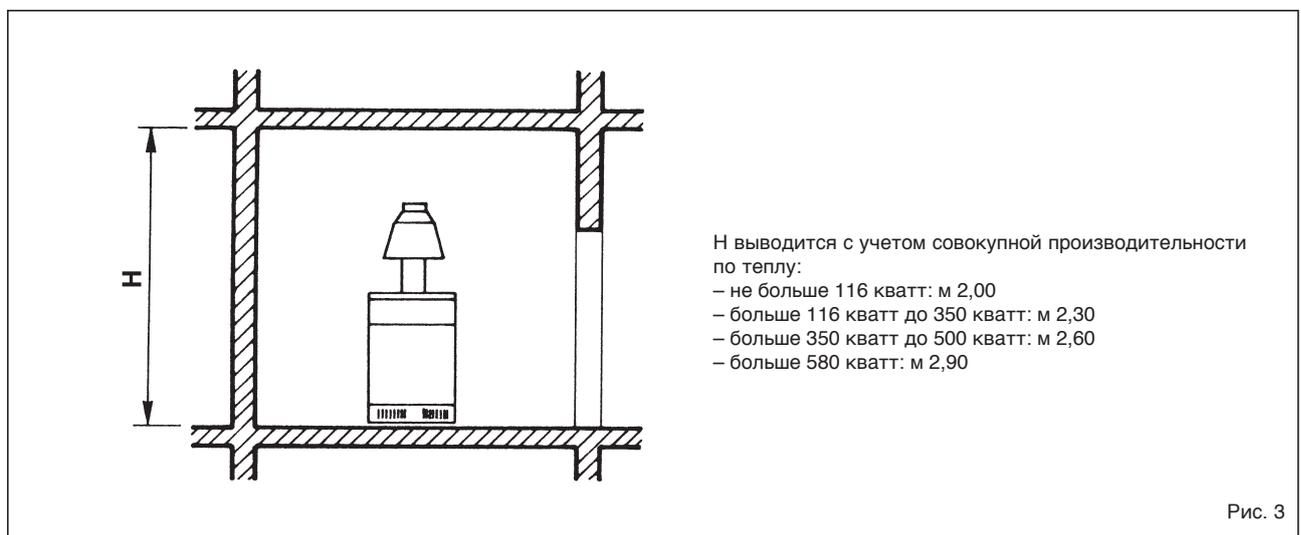

Рис. 3
1.5 ПОТЕРЯ ДАВЛЕНИЯ В КОТЛЕ (Рис. 3)
2.1 ПОМЕЩЕНИЕ КОТЕЛЬНОЙ И ВЕНТИЛЯЦИЯ (Рис. 3)
Модели “RX 37-48-55 E” с мощностью более 35 кВт должны размещаться в техническом помещении, имеющем определенные размеры и отвечающем требованиям в соответствии с Законом DM. 12/04/96 № 74 “Об утверждении правил техники безопасности для предотвращения пожаров при проектировании, строительстве и эксплуатации термических устройств, работающих на газовом топливе”. Высота помещения, где устанавливается котлоагрегат, должна соответствовать размерам, приведенным на рис. 3. Кроме того, для притока воздуха в помещение необходимо сделать во внешних стенах воздухоудку, поверхность которых, рассчитанная в соответствии с п.4.1.2 этого же DM. норматива, ни в коем случае не должна быть меньше 3000 см², а в случае использования газа с плотностью больше 0,8 меньше 5000 см².